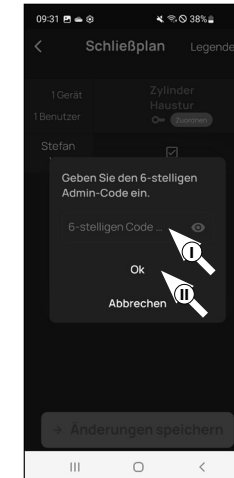

Abb. 5
- ❻ Sie werden gebeten, sich mit Ihrem Administratorcode zu verifizieren. Geben Sie ihn ein und bestätigen Sie mit „OK“ (Abb. 5).